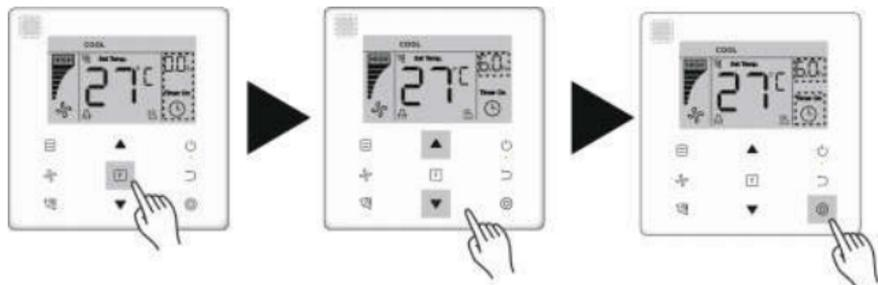

Abb. 6.15
- 1) **Timer für das Einschalten einstellen:** Wechseln Sie mit der Taste  (Funktion) zum Einstellen des EIN-Timers (Timer On); im Display erscheint „0.0h Timer On“, und der Text „Timer On“ blinkt. Drücken Sie dann die Taste , um zum Einstellen des Timers zu wechseln. Stellen Sie die Zeit mit den Tasten  und  ein, dann drücken Sie die Taste , um die Einstellung des Timers zu beenden (siehe Abb. 6.15).